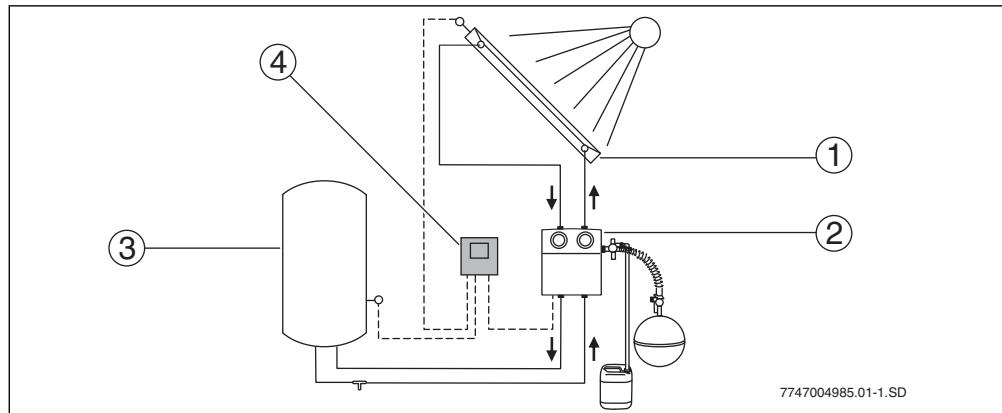

Fig. 2 Esquema de la instalación
Si se supera la diferencia de temperatura ajustada entre los captadores (→ fig 2, pos. 1) y el acumulador solar (→ fig 2, pos. 3) la bomba de la estación solar se conecta.